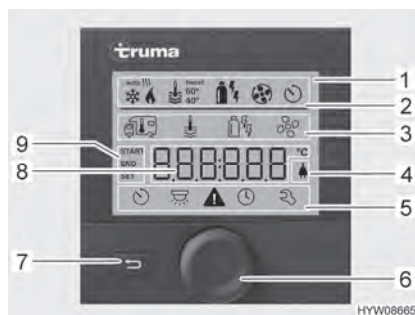

Bild 115 Kontrollenhet med indikeringar
- Statusrad (Bild 115,2)
- Övre menyrad (Bild 115,3)
- Indikeringsområde (Bild 115,8)
- Nedre menyrad (Bild 115,5)
- Tryck ned vrid-/tryckknappen (Bild 115,6) i ca. 3 sekunder. De båda menyraderna (Bild 115,3 och Bild 115,5) visas. Den första symbolen blinkar.
- Vrid vrid-/tryckknappen (Bild 115,6) tills den önskade menysymbolen blinkar.
- Tryck på vrid-/tryckknappen för att spara det inställda värdet. Om det ursprungliga värdet ändå inte ska ändras: Tryck på tillbakaknappen (Bild 115,7).
- Vrid vrid-/tryckknappen (Bild 115,6) tills menysymbolen värmesystem (Bild 116,1) blinkar.
- Tryck på vrid-/tryckknappen för att spara det inställda värdet. Symbolen i statusraden (Bild 115,2) blinkar tills den inställda rumstemperaturen är uppnådd. Om det ursprungliga värdet ändå inte ska ändras: Tryck på tillbakaknappen (Bild 115,7).
- Vrid vrid-/tryckknappen (Bild 115,6) tills menysymbolen varmvatten (Bild 116,2) blinkar.
- Tryck på vrid-/tryckknappen för att spara det inställda värdet. Symbolen i statusraden (Bild 115,2) blinkar tills den inställda varmvattentemperaturen är uppnådd. Om det ursprungliga värdet ändå inte ska ändras: Tryck på tillbakaknappen (Bild 115,7).
- Vrid vrid-/tryckknappen (Bild 115,6) tills menysymbolen driftläge (Bild 116,3) blinkar.
- Tryck på vrid-/tryckknappen för att spara det inställda driftläget. Om det ursprungliga värdet ändå inte ska ändras: Tryck på tillbakaknappen (Bild 115,7).
- Vrid vrid-/tryckknappen (Bild 115,6) tills menysymbolen fläkt (Bild 116,4) blinkar.
- Vrid vrid-/tryckknappen (Bild 115,6) tills menysymbolen timer (Bild 116,9) blinkar.